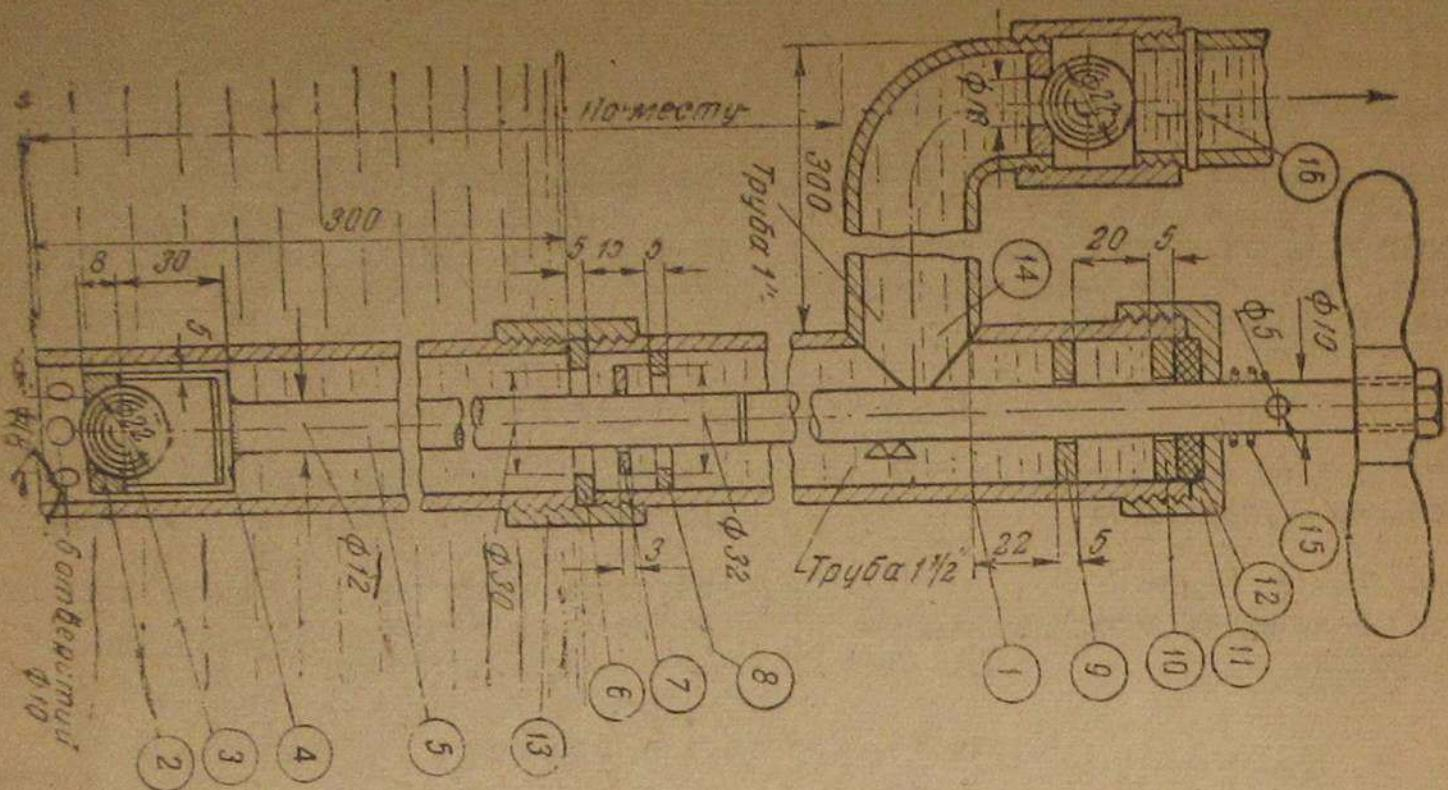

Рис. 10. Ручной насос
Для перекачки воды в верхнюю бочку системы очистки газа используется готовый насос (Альвейера и др.). Если нет готового насоса, его можно изготовить на месте. Наиболее простая конструкция насоса (рис. 10) механика Вахтина Д. И. Насос изготавливается из 2 водопроводных труб (1) диаметром $1\frac{1}{2}$ ". Внутренняя рабочая поверхность нижней трубы выравнивается и очищается от окалины и ржавчины протяжкой цилиндрической болванки. Внутри трубы движется шток (5), скрепленный нижним концом через вилку (4) с поршнем-шайбой (2). Зазор между поршнем и стенкой трубы оставляется возможно малым. В центре поршня-шайбы делается отверстие для клапана-шарика (3).